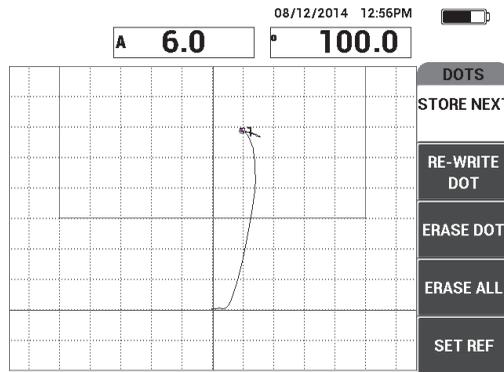

Abbildung 6-48 Erster aufgezeichneter Punkt
6. Wählen Sie **NÄCH.SPEICH** (Funktionstaste A) aus, um den ersten Punkt aufzuzeichnen (siehe Abbildung 6-48 auf Seite 171).